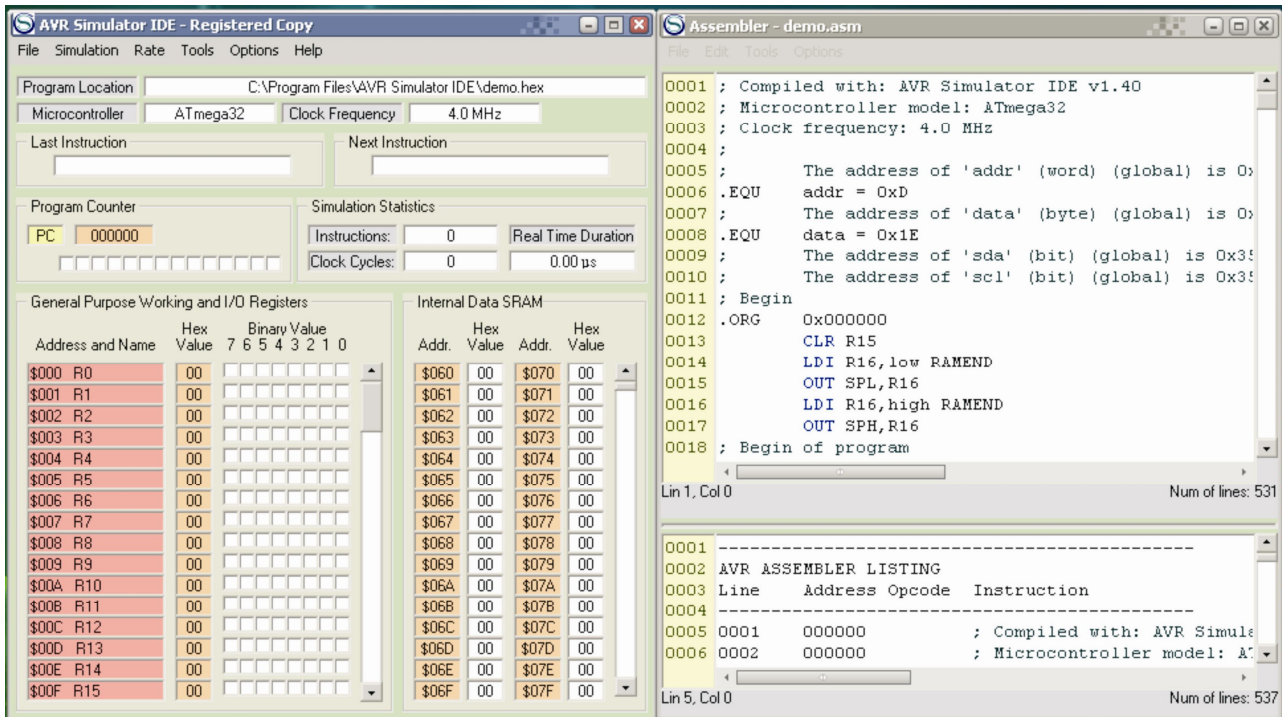

Рис. 4 Вигляд екрану з програмою
8. Натиснути Tools і у вікні, що розкриється – Assemble. В нижній половині вікна Assembler з'явиться лістинг відкомпільованого файлу (рис. 4). Одночасно буде створено об'єктний файл «demo.hex»;
З вікна з програмою (рис. 4) вибрати десять команд і за таблицею команд асемблера для AVR - контролера (табл. 1) записати коментар щодо призначення цих команд (див. Приклад, де наведено такий запис для однієї команди).